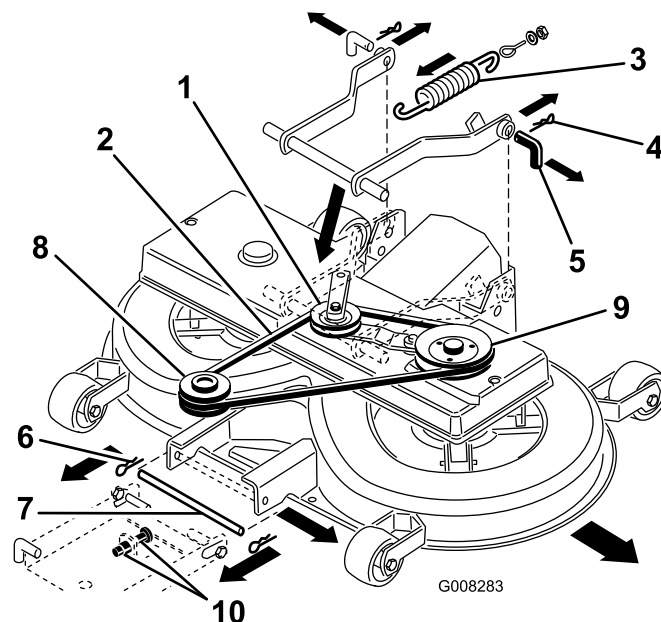

Figura 43
8. Tirate dentro il braccio di rinvio e togliete la cinghia trapezoidale dalla puleggia (Figura 43).
9. Scollegate la molla dalla leva d'innesto (Figura 43).
11. Togliete i fermagli a forcina dai due perni posteriori e togliete i perni (Figura 43).
12. Togliete il fermaglio a forcina dal perno anteriore e togliete il perno (Figura 43).
13. Togliete la cinghia trapezoidale dalla puleggia del motore (Figura 43).
7. Spostate il perno inferiore della sospensione di regolazione anteriore nella posizione inferiore dei fori scanalati, regolando i due dadi M12 sulla sospensione anteriore (Figura 43).